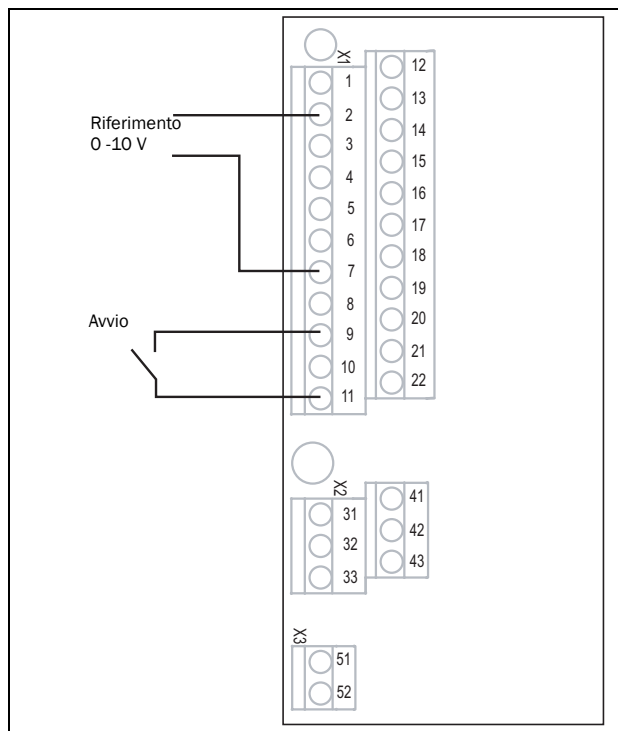

Fig. 39 Cablaggio
- Collegare un valore di riferimento tra i morsetti 7 (Comune) e 2 (AnIn 1) come nella Fig. 39.
- Collegare un pulsante di avvio esterno tra il morsetto 11 (+24 VDC) e 9 (DigIn2, RUNR) come nella Fig. 39.
14. Collegare gli ingressi/le uscite digitali e analogiche come illustrato nella Fig. 39.